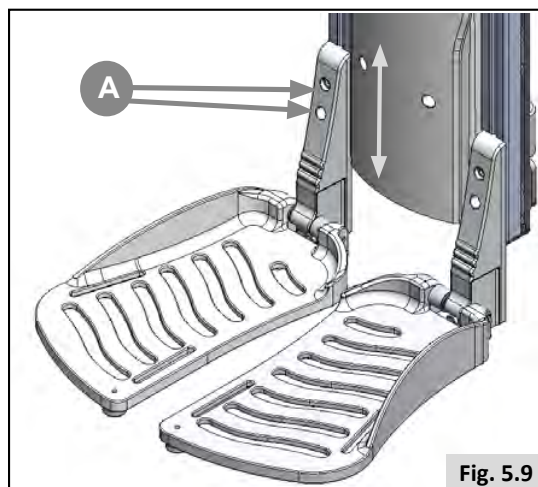

Fig. 5.9
- Desserrez les 2 boulons (A) avec une clé hexagonale de 5 mm (Fig. 5.9).